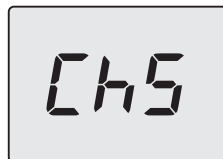

Figura 9.22
- Scorrere i vari menu premendo i tasti 13 (indietro) o 15 (avanti) fino a far apparire sul display LCD la scritta **ChS** (Figura 9.22) che indica il menu "Spazzacamino".